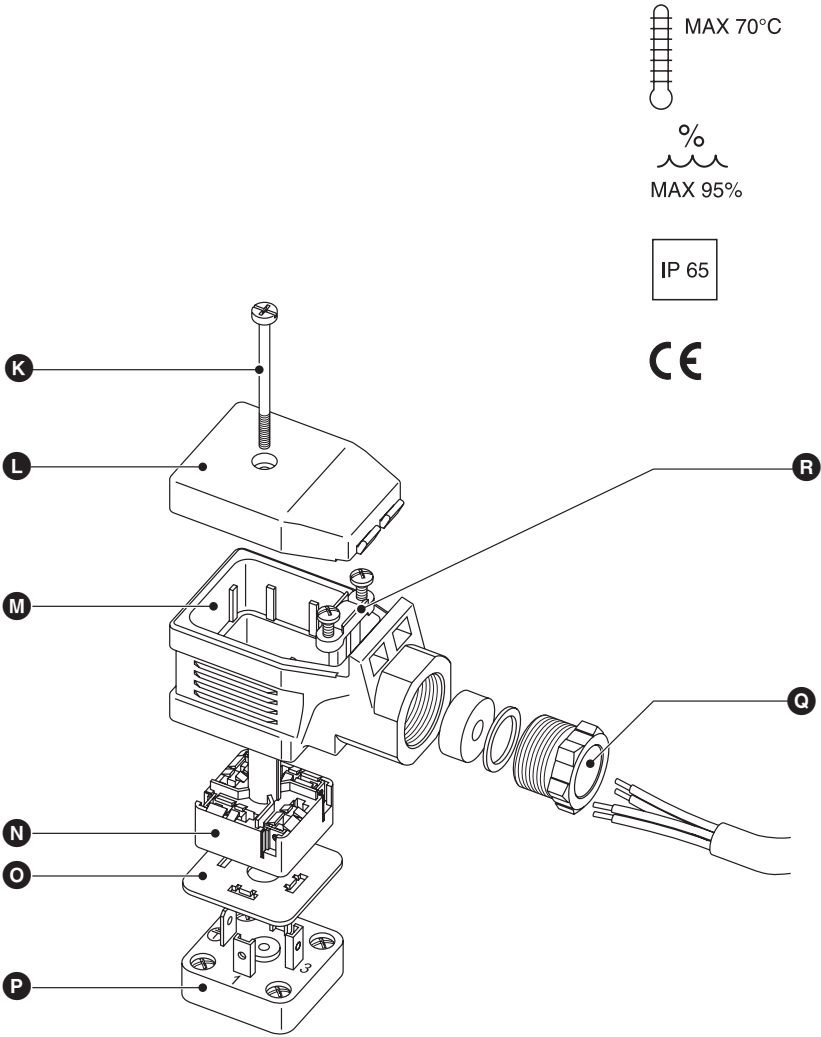

Fig. 9
1. Aflojar el tornillo **K**. Fig. 9